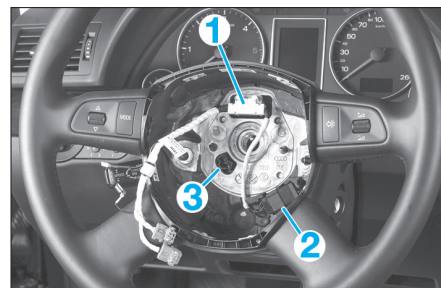

Fig. 13
- Débrancher la prise (1), la prise d'alimentation multifonction (2) et le connecteur (3) d'alimentation du chauffage du volant, selon équipement (Fig.13).